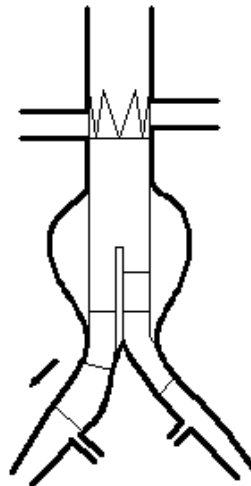

Fig. 13 Apertura de la Prótesis Artificial en la rama la rama larga de la Prótesis Artificial AAA
5.18 Desplegar la prótesis artificial bajo monitoreo, y retirar el sistema de liberación y el alambre guía. **(Fig. 13)**